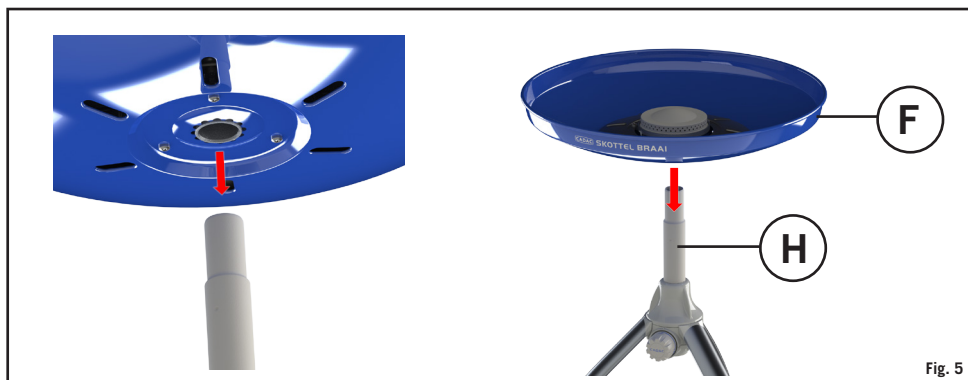

Fig. 5
- Montez le plateau du brûleur (F) sur la tige (H) et assurez-vous qu'il est bien verrouillé (Fig. 5).